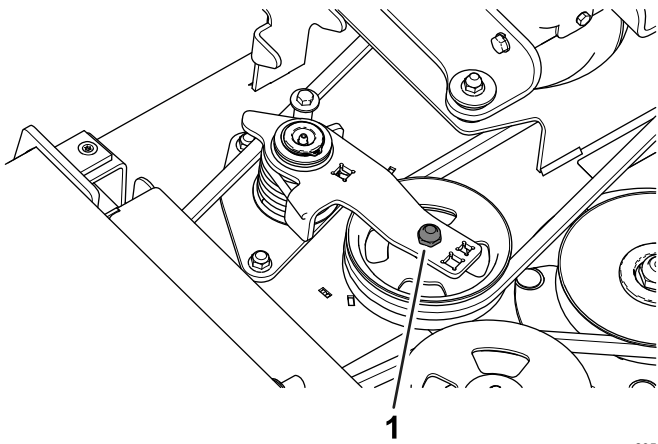

Рисунок 28
3. Используя динамометрический ключ или аналогичный инструмент, отодвиньте натяжной ролик (Рисунок 28) от ремня привода, чтобы ослабить ремень и снять его со шкивов редуктора.